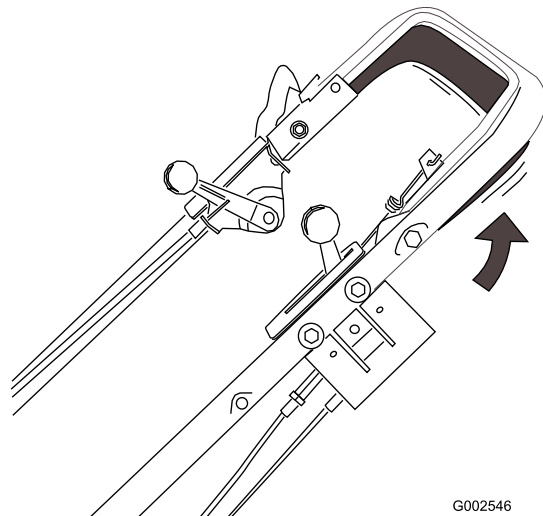

Figura 17
3. Apriete la barra de control de tracción contra el manillar (Figura 17).